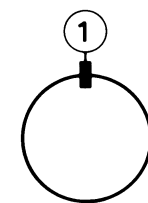
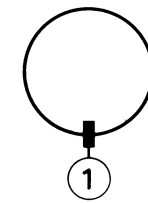

Fig. 5a
Fig. 6a
Steht die Ablenk-Einheit in der richtigen Stellung, dann den Gummikeil ①, von dem der Papierstreifen nicht entfernt worden ist, an der Oberseite (Abb. 5a) oder der Unterseite (Abb. 6a) anbringen.
Abb. 5a zeigt die Situation, in der die Ablenk-Einheit nach oben gekanelt wurde und Abb. 6a gibt an, dass die Unit nach unten gekanelt wurde.